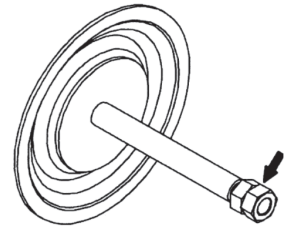

Fig 5.6
- Añada una tuerca al lado del diafragma retirado para poder ejercer fuerza en el lado del diafragma que falta por retirar (fig. 5.6).